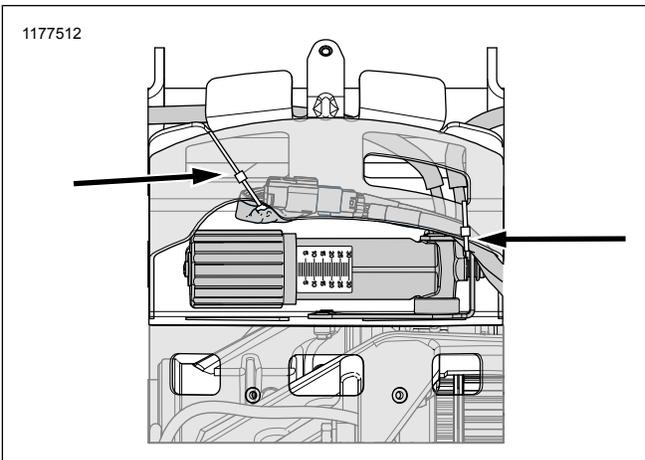

Figure 4. Emplacements des serre-câbles (classique)
- Voir Figure 4. Réacheminer le faisceau de fils comme illustré et attacher le faisceau à l'aide de serre-câbles.